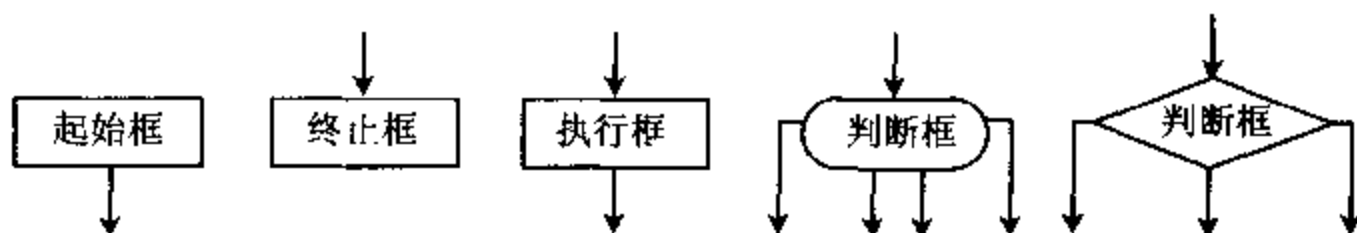

图 4-11 程序框图示意图
- (1) 分析问题,抽象出描述问题的数学模型,并确定实现数学模型的算法。
- (2) 绘制程序流程图,通常先画粗框图,在结构模块中再画细框图。框图一般有起始框,执行框,判断框和终止框,如图 4-11 所示。